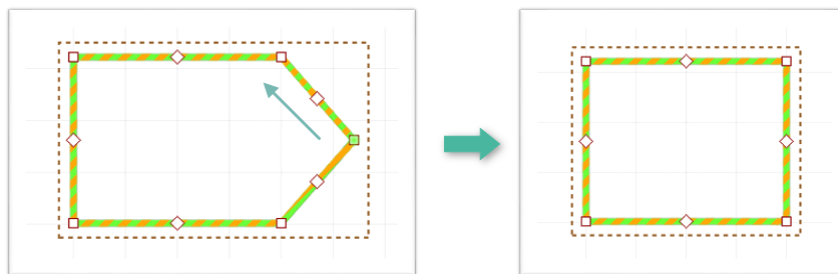

Рис. 283 Объединение вершин объекта
2. Перемещение одной вершины объекта на другую в сочетании с клавишей «Ctrl» приводит к объединению вершин, Рис. 283.